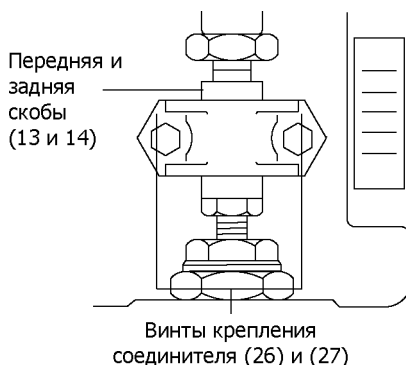

Рис. 3
- Отдайте винты (26) и (27) (Рис. 3) и снимите адаптер (11).
- Используя два гаечных ключа отдайте контргайку (25).
- Используя два гаечных ключа отдайте контргайку (25)